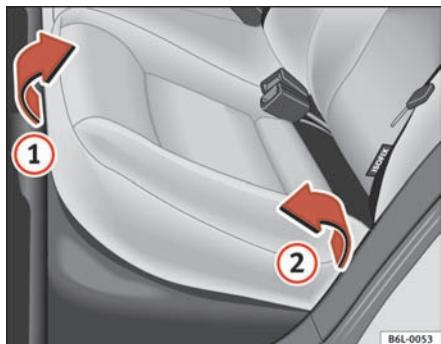
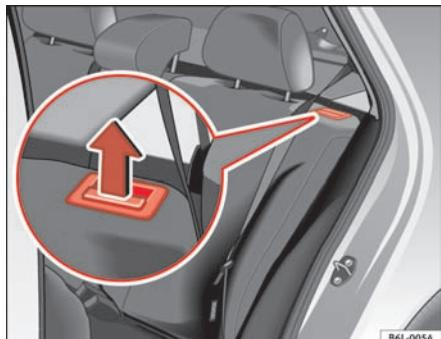

Fig. 73 Levantar el cojín del asiento trasero
Fig. 74 Tecla de desbloqueo del respaldo trasero
- Tire del borde delantero del cojín del asiento ⇒ fig. 73 ① hacia arriba en la dirección de la flecha.
- Levante el cojín ② hacia delante en la dirección de la flecha.
- Tire de la tecla de desbloqueo ⇒ fig. 74 en la dirección de la flecha y abata el respaldo hacia delante.